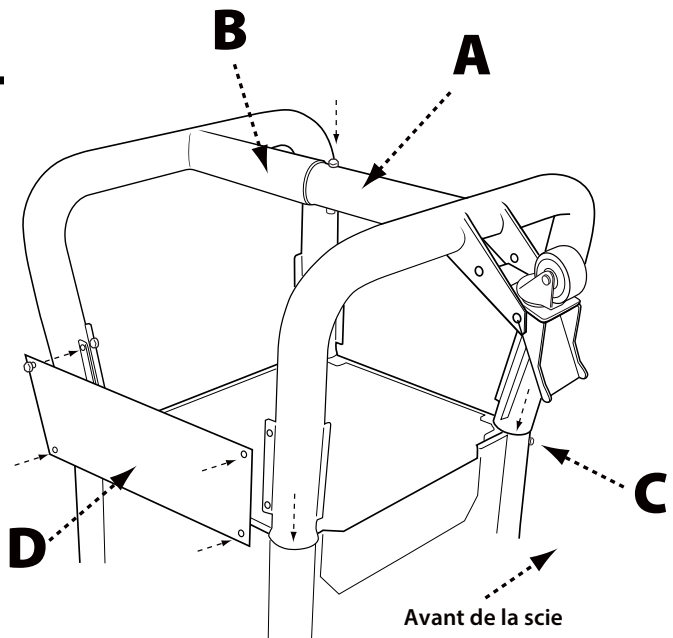

FIGURE 1
1. Connectez les deux pattes tubes en insérant l'extrémité de la patte gauche (A) dans l'extrémité de la patte droite (B) comme le montre la Figure 1. Fixez avec boulon de carrosserie M8 X 70 mm et un écrou autobloquant, puis serrez à la main.
2. Insérez les quatre extrémités ouvertes des pattes tubes dans les colliers des pattes (C), comme illustré. Fixez chaque patte avec un boulon et un écrou de 6 mm x 70 mm.
3. Fixez les panneaux de support de patte arrière et avant (D) sur les pattes à l'aide de quatre boulons autotaraudeur M6 x 12 mm.